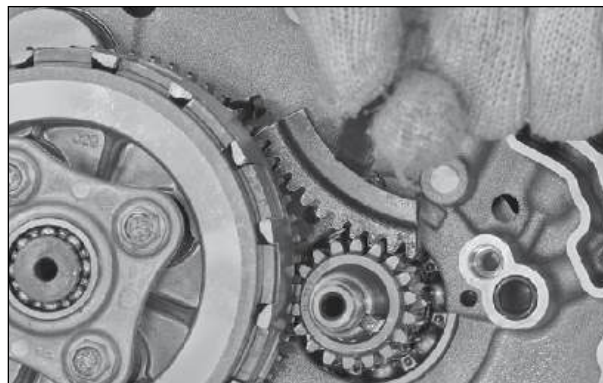

Fig. 3.23
- Ao apertar a porca da embreagem, coloque a ferramenta especial na parte superior da engrenagem motora primária e da engrenagem movida primária, conforme mostrado na figura, garantindo o assentamento adequado dos dentes. (Fig. 3.23)